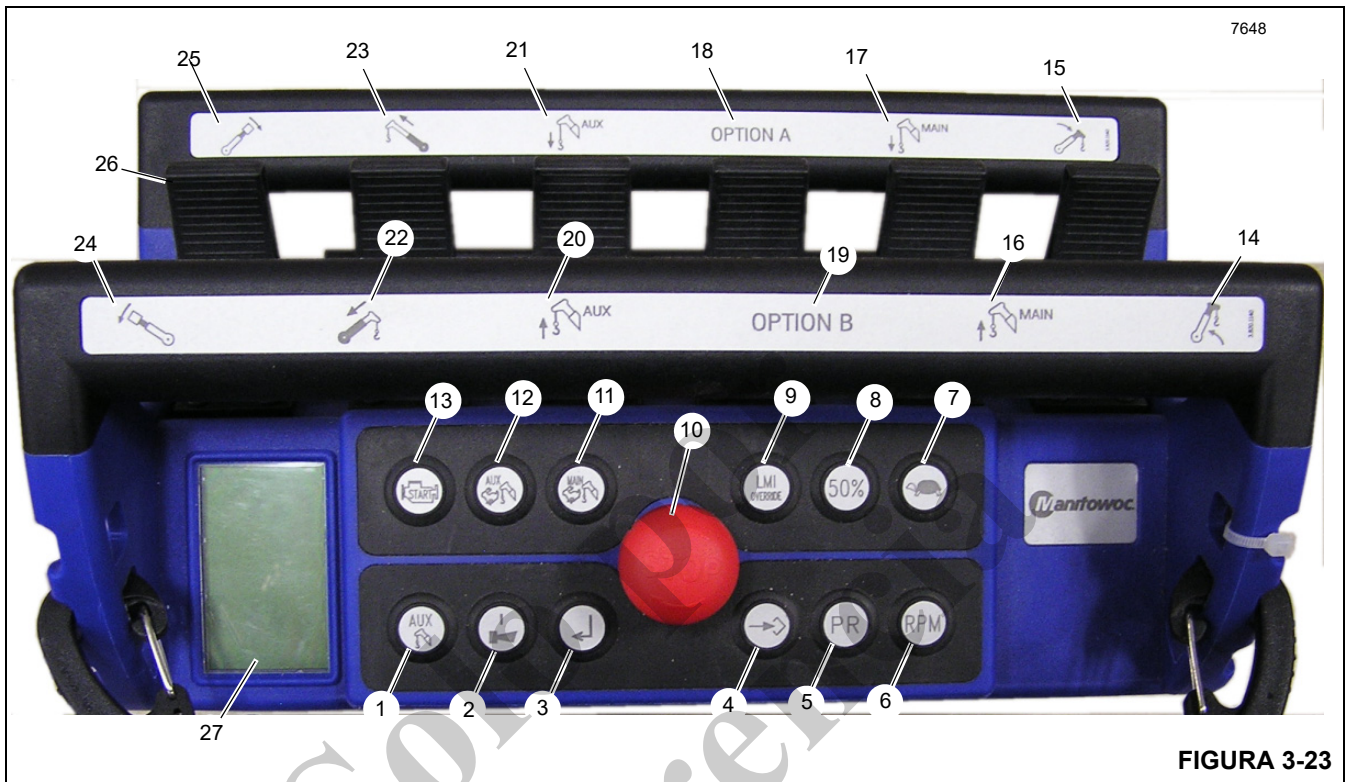

FIGURA 3-23
El control remoto de la grúa opcional (Figura 3-23) permitirá el control remoto completo de la grúa. El control remoto estándar se inhabilita cuando se utiliza el control remoto opcional de la grúa.
La pantalla LCD (27, Figura 3-23 y Figura 3-24) se usa para comunicar la intensidad de la señal, el nivel de carga de la batería, el canal inalámbrico, el estado del control remoto y la configuración de la máquina basado en los botones que están pulsados. También se visualiza la información del RCL al operador y se puede conmutar presionando el interruptor de pantalla RCL de la grúa (3). La siguiente información del RCL está disponible para el operador en la pantalla LCD:
Para usar este control remoto, el botón rojo de PARADA (10, Figura 3-23) debe activarse para encender el transmisor. Para controlar la grúa, se debe presionar el botón de encendido/bocina (2) para activar el control remoto. La bocina de la grúa sonará como confirmación de que el control remoto ahora está activo. La grúa ahora se puede arrancar presionando sin soltar el botón de arranque del motor (13). El control remoto ahora se puede usar para controlar la grúa. Para activar una función, mueva la palanca de control (26) que corresponde al movimiento deseado.
1. Para usar este control remoto, el botón rojo de PARADA (10, Figura 3-23) debe activarse para encender el transmisor.
2. Presione el botón de ENCENDIDO/Bocina (2) para activar el control remoto. La bocina de la grúa sonará como confirmación de que el control remoto ahora está activo.
3. Presione y mantenga presionado el botón de Arranque del motor (13) para arrancar la grúa. El control remoto ahora se puede usar para controlar la grúa.
4. Mueva la palanca de control (26) que corresponde al movimiento deseado para activar la función deseada.
5. Presione el botón de PARADA rojo (10) al terminar con el control remoto. Esto apagará la grúa.